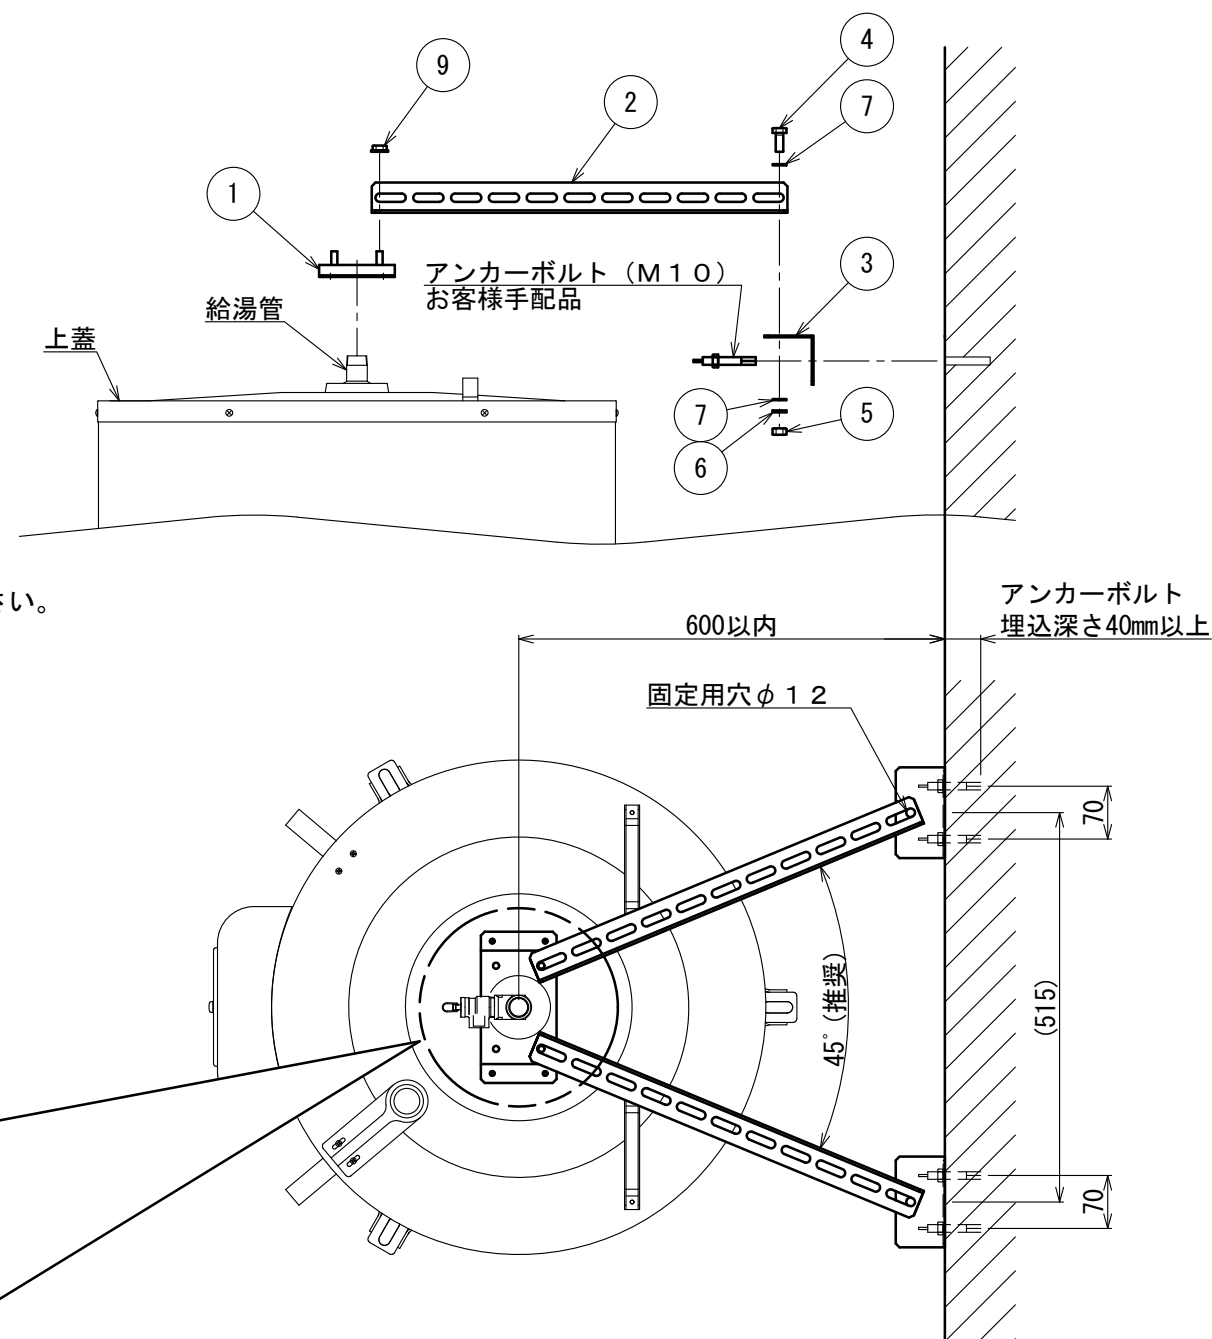
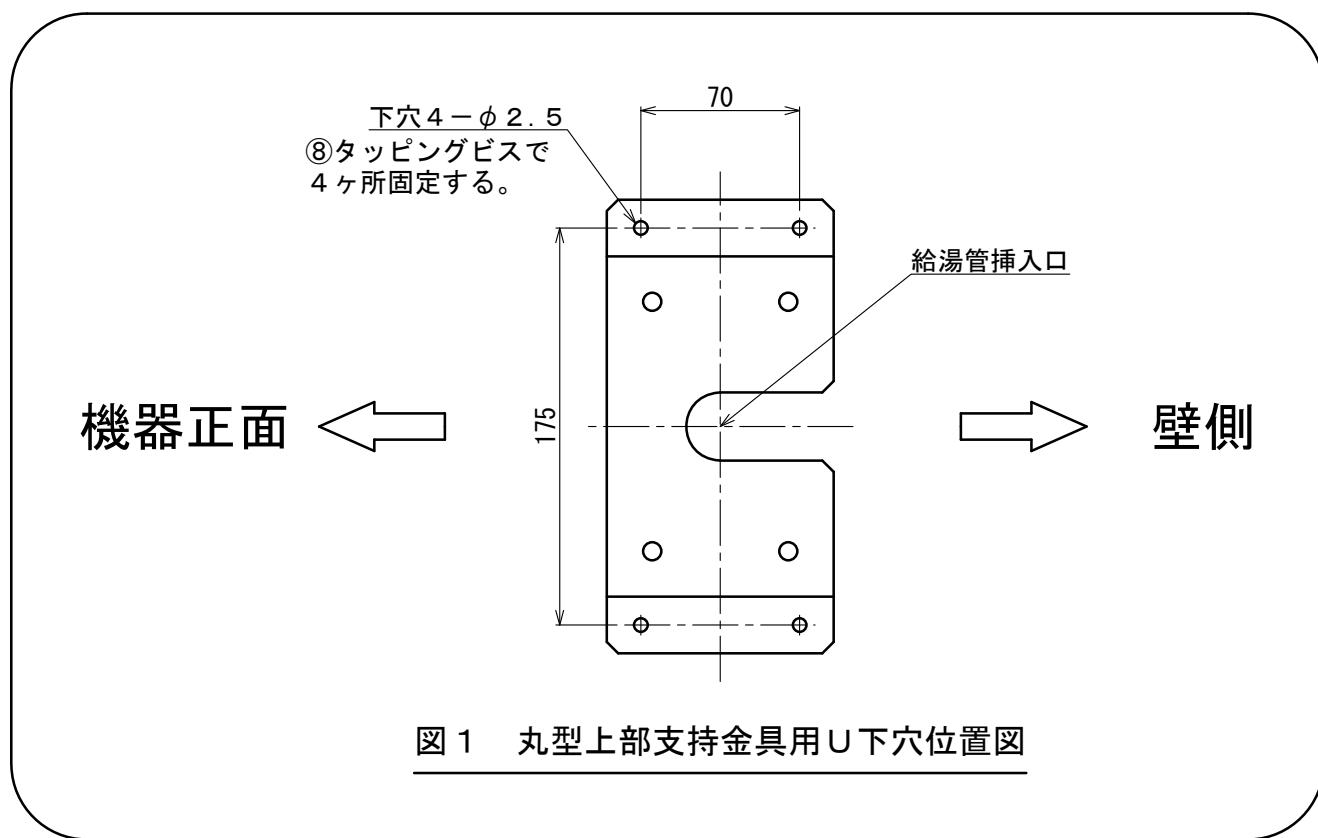

図2 上部固定金具取付要領図
図1 丸型上部支持金具用U下穴位置図
- 図1に従い、上蓋に①丸型上部支持金具Uの取付用下穴φ2.5（4ヶ所）をドリルで開ける。（370L丸型以外）
- ①丸型上部支持金具Uの給湯管挿入口に給湯管を挿入し、M4×12タッピングビスで上蓋に固定する。
- 図2に従い、①丸型上部支持金具Uと③壁側支持金具が水平になる位置に、③壁側支持金具を壁面に取り付ける。